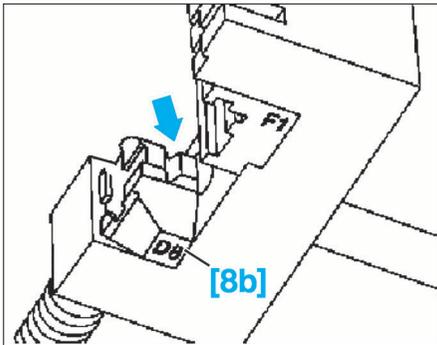

FIG. 34
- Retourner l'enclume de montage [8b] (Fig.34) sur l'outil de rivetage.